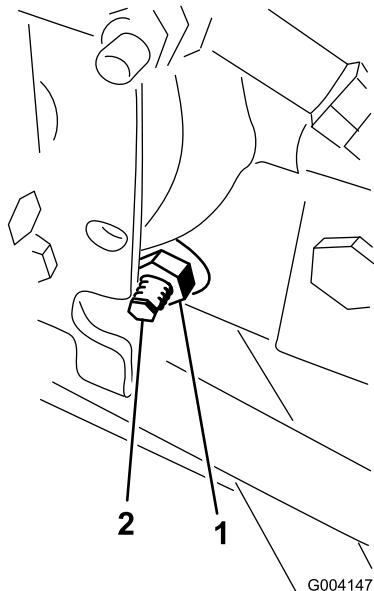

Bild 76
3. Lösen Sie rechts am Hydrostat die Sicherungsmutter an der Fahrantrieb-Einstellnocke (Bild 76).